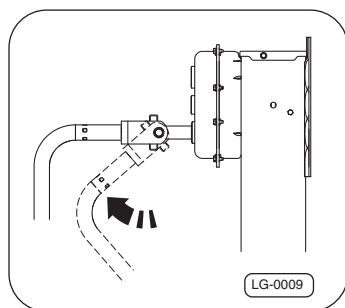

Рис. 8 · Фиксация коленчатого рычага
Коленчатый рычаг «комфорт» –стрелка–, ⇒рис. 8 автоматически фиксируется в горизонтальном рабочем положении.
1. Установка коленчатого рычага –стрелка –, ⇒рис. 8.